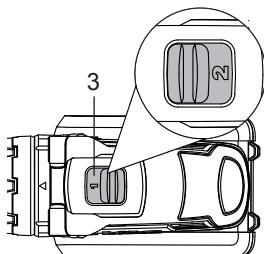

Fig. 13
Controlul angrenajului cu două viteze (4) este utilizat pentru a comuta între două moduri de lucru. Când treapta de viteză este setată în poziția 1, viteza va scădea și mașina de găurit ca avea putere și cuplu mai mari. Când treapta de viteză este setată în poziția 2, viteza va crește și mașina de găurit va avea mai puțină putere și cuplu (fig. 13)